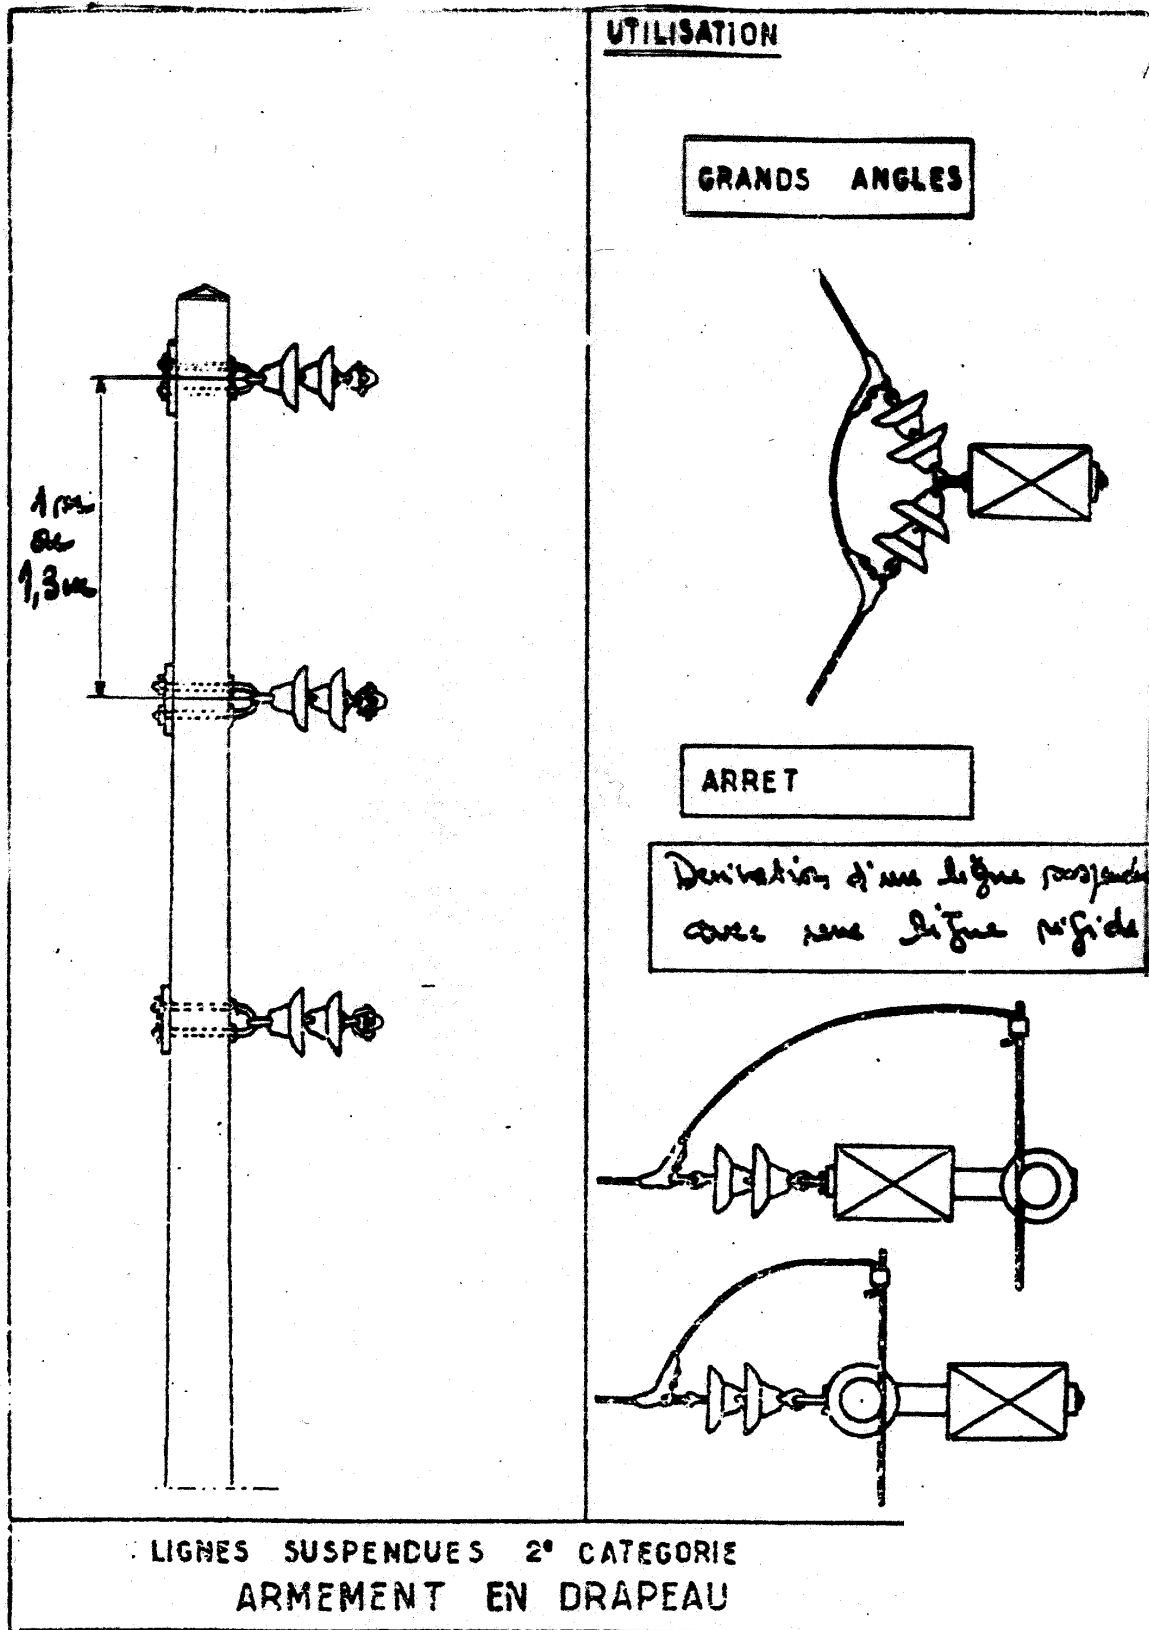

Figure 1
a) Armement drapeau (figure 1, 2 et 3)